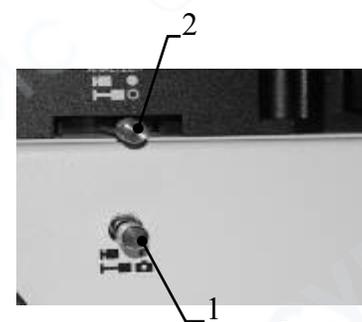

Рис. 4
2. Проверьте положение переключателя визуального/фотографического режима ①. Если рычаг находится в положении “внутри”, это означает, что можно использовать бинокулярное наблюдение (значок “”). Если рычаг вытянут наружу, это означает, что можно фотографировать (значок “”). Вставьте переключатель для бинокулярного наблюдения. См. рисунок 4.